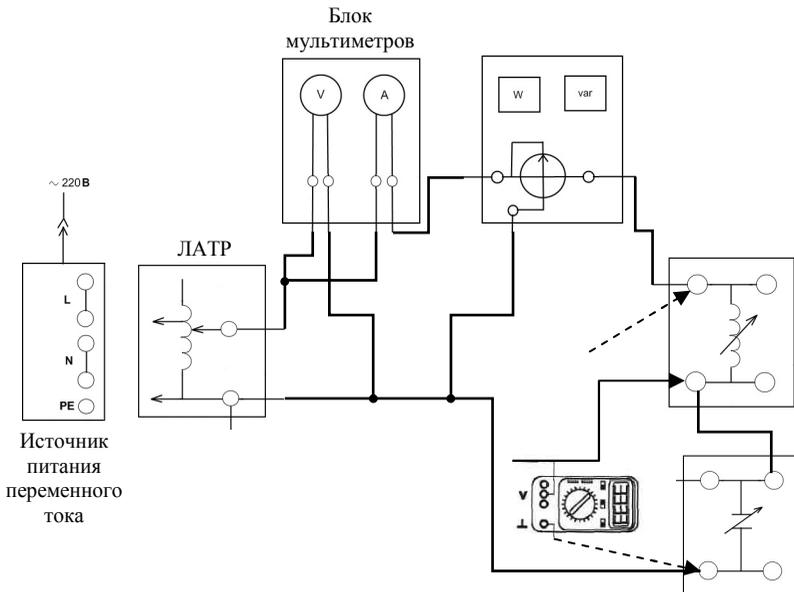

Рис. 2.3. Электрическая схема соединений для исследования режима работы неразветвлённой электрической цепи переменного тока
4. Исследовать режим работы неразветвлённой электрической цепи переменного тока, для этого собрать схему согласно рис. 2.3.